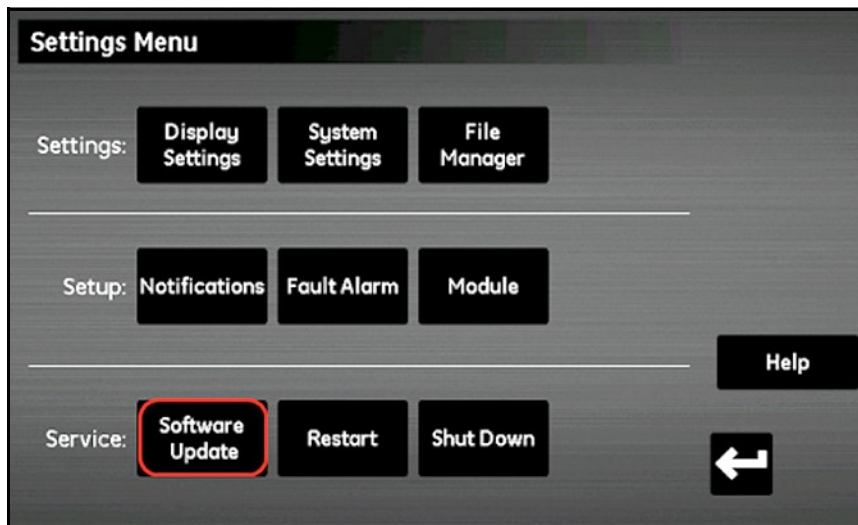

Figura 87: Actualización de software
- En la sección **Servicio** (consulte la *Figura 87*), pulse el botón **Actualización de software**. Si el botón **Actualización de software** aparece atenuado, asegúrese de que la unidad USB de memoria flash esté bien conectada al puerto USB.